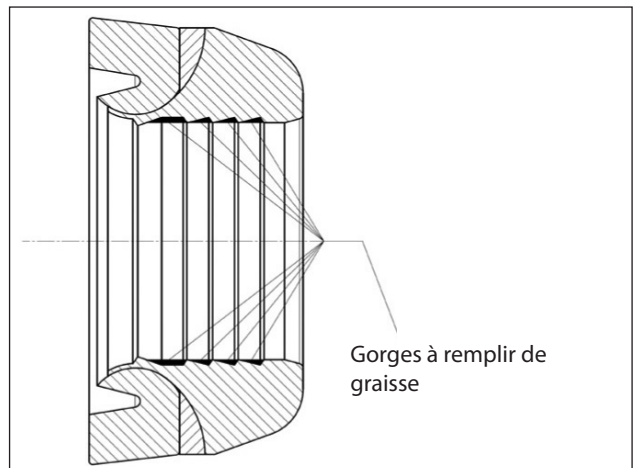
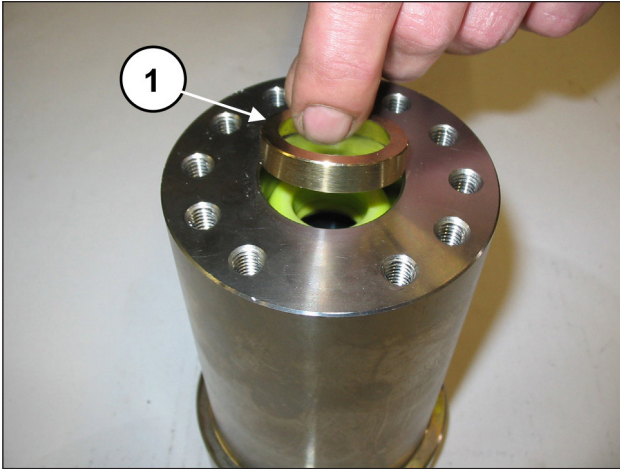
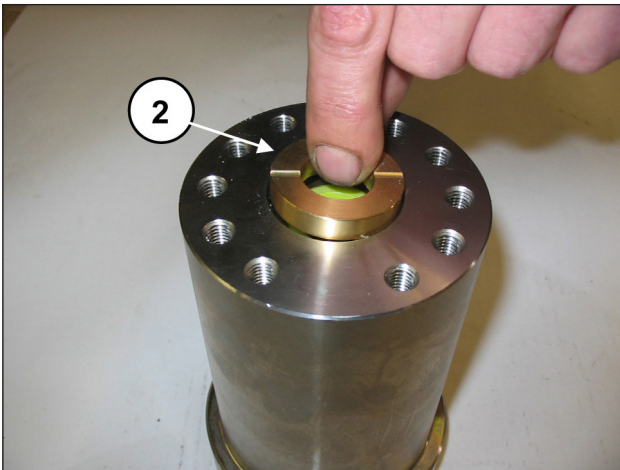
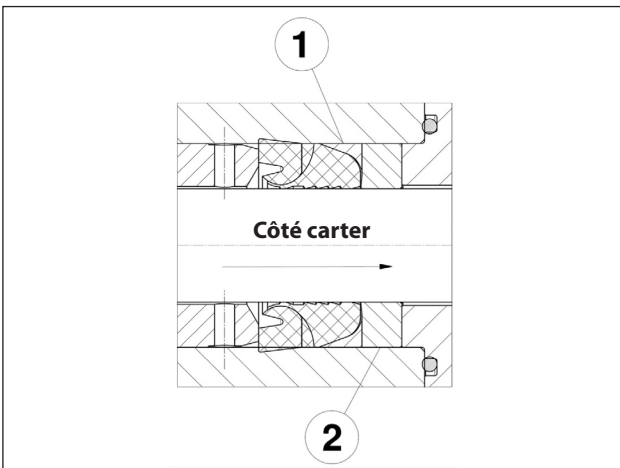

Fig. 121
Fig. 122
Fig. 123
Fig. 124
Installer le joint H.P. dans la chemise comme le montrent les Fig. 121 et Fig. 122.
En enduisant le diamètre intérieur, s'assurer de bien remplir les gorges comprises entre les lèvres d'étanchéité comme le montre la Fig. 122.
Introduire la bague anti-extrusion et la douille des joints (rep. ① et ②, Fig. 122, Fig. 123 et Fig. 124).
Introduire la douille pour joints ② dans la chemise avec les deux orifices d'évacuation tournés vers l'extérieur (côté carter) comme le montre la Fig. 123.